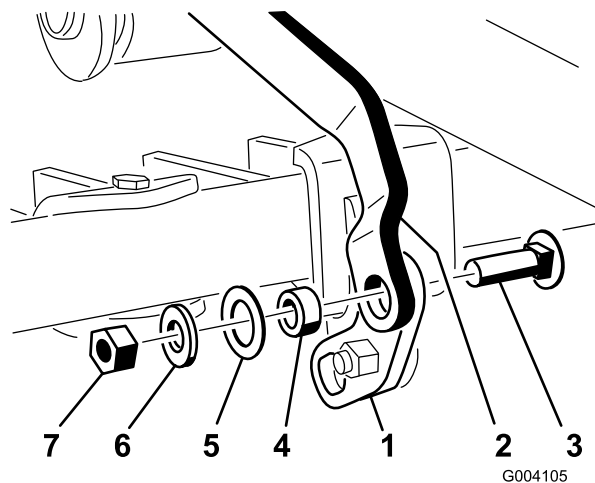

Figura 16
5. Con l'articolazione del gruppo pedale di sollevamento rivolta verso l'alto, fissate il foro quadrato sull'aletta di articolazione all'estremità della bielletta della barra attrezzi mediante un bullone a testa tonda ($\frac{3}{8}$ " x $1\frac{1}{4}$ "), un distanziale, una rondella (1"), una rondella ($\frac{13}{16}$ " e un dado di bloccaggio ($\frac{3}{8}$ " come illustrato in Figura 16.